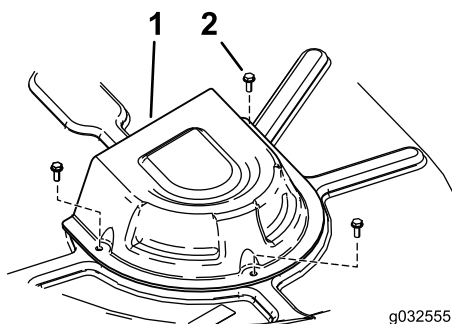

Figura 56
4. Retire as coberturas da polia (Figura 56).